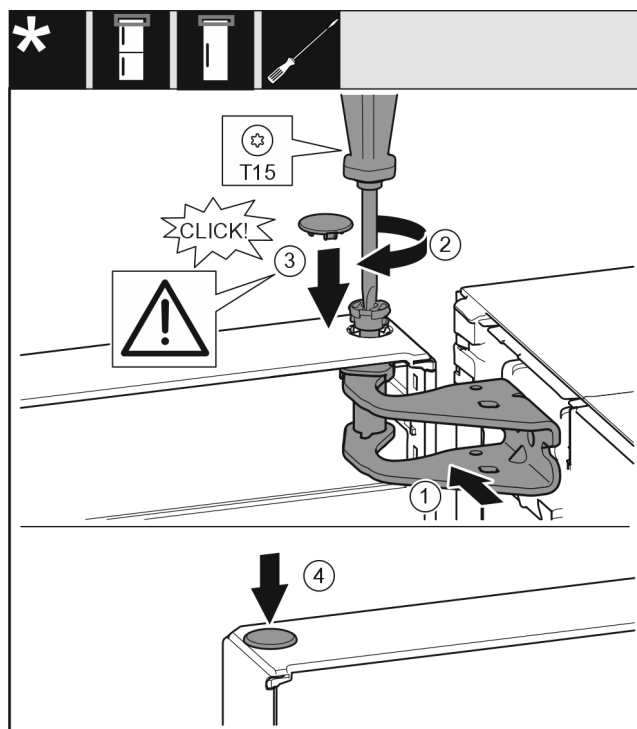

Fig. 21
- ▶ Nolīmeņojiet durvju augšdaļu pret atveri gultņa balstā. Fig. 21 (1)
- ▶ Ievietojiet tapu Fig. 21 (2) un pieskrūvējiet ar skrūvgriezi.
- ▶ Uzmontējiet aizmura pārseģu Fig. 21 (3), lai nostiprinātu durvis: ievietojiet aizmura pārseģu un pārbaudiet, vai tas balstās uz durvīm. Pretējā gadījumā pilnīgi ievietojiet tapu.
- ▶ Ievietojiet aizbāzni Fig. 21 (4).